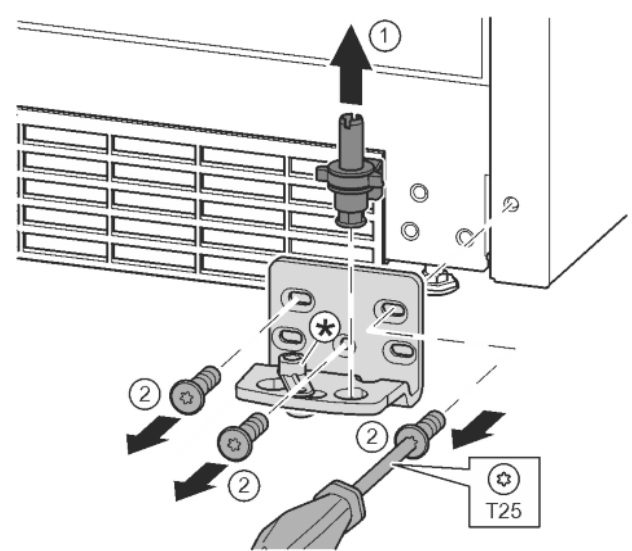

Fig. 16
- ▶ Ložiskový čep celý vytáhněte nahoru. *Fig. 16 (1)*
- ▶ Šroubovákem T25 vyšroubujte šrouby a sejměte stojan ložiska. *Fig. 16 (2)*